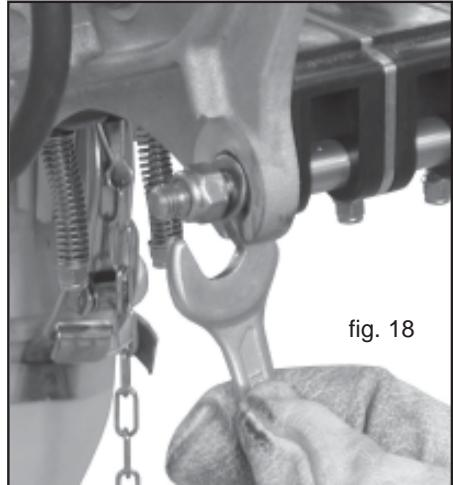

fig. 18
- 2) Estrarre le rondelle dalle sedi (Fig. 18).